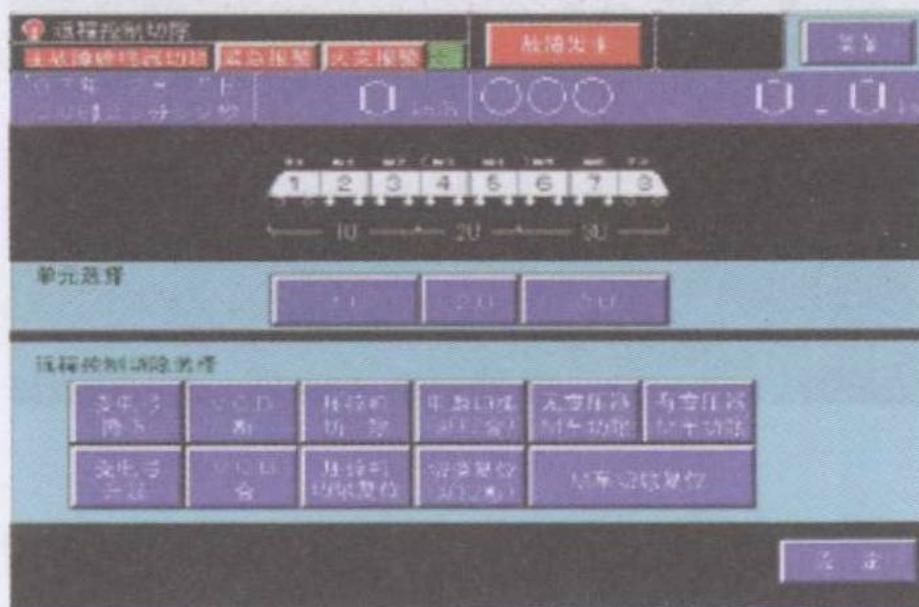

图 3
1. 按压主控端司机室 MON 屏【远程控制切除】键，进入“远程控制切除”页面。见图 3。